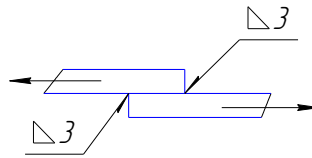

Рис. 6
6. Проверить прочность сварного соединения листов (рис. 6). Дано: $Q=10^4$ Н – нагрузка, $L = 200$ мм – длина сварных швов, $[\sigma] = 100$ МПа – допускаемое напряжение для материала шва.